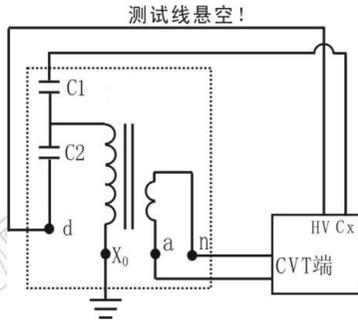

图8 测量电容C1和 $\text{tg } \delta_1$ 、C2和 $\text{tg } \delta_2$ 的接线 图9 CVT模式下打印结果
(1) 当 C1 为单节电容时, C1 和 $\text{tg } \delta 1$ 、C2 和 $\text{tg } \delta 2$ 的测量 (见图 8)
- ① 解开 C2 下端 N 与 E 间的连接线, N 端子不能接地, E 端子必须接地。
- ② 保证仪器与试品正确连接 (按下表连接)。
在按照图 8 的实际接线选择 CVT 模式测量, 其打印结果如图 9 所示。